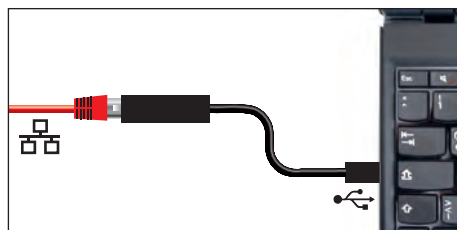

Abb. 7 Konverter Ethernet–USB
* Siehe Abb. 7 auf Seite 15.
- ▶ Konverter Ethernet–USB (Abb. 7). Damit ist es möglich, den Ethernetanschluss des Geräts (siehe Seite 12) mit dem USB-Anschluss eines PCs/Laptops zu verbinden.